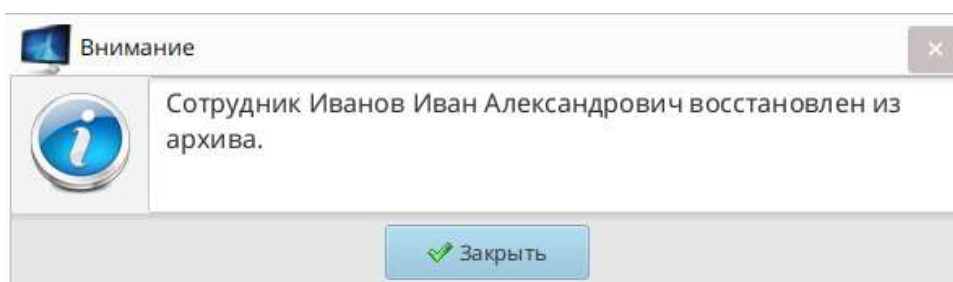

Рис. 47
7.5.5. Подтвердить восстановление записи, нажав на кнопку «Да» в информационном окне (Рис. 47).
- при перемещении в архив пропуск сотрудника не был удален и пропуска с таким же номером в системе нет, то при восстановлении данных из архива отобразится информационное окно (см. Рис. 47), в котором подтвердить восстановление записи, нажав на кнопку «Да».